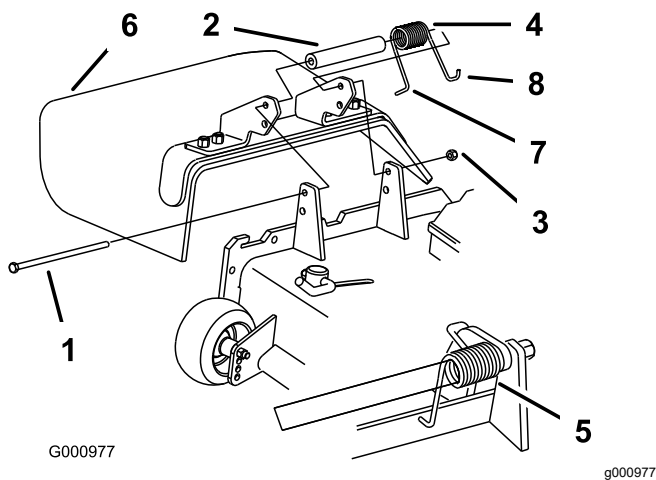

図 26
2. デフレクタをピボットブラケットに固定しているロックナット、ボルト、スプリング、スペーサを外す(図 26)。デフレクタを取り外す。
注 必ずスプリングの L 字形端部をカッティングユニット後部のエッジに引っ掛け、それから 図 26 のようにボルトを取り付けてください。
4. ボルトとナットを取り付ける。スプリングの右側の J 字形フックを、デフレクタに引っ掛ける 図 26。